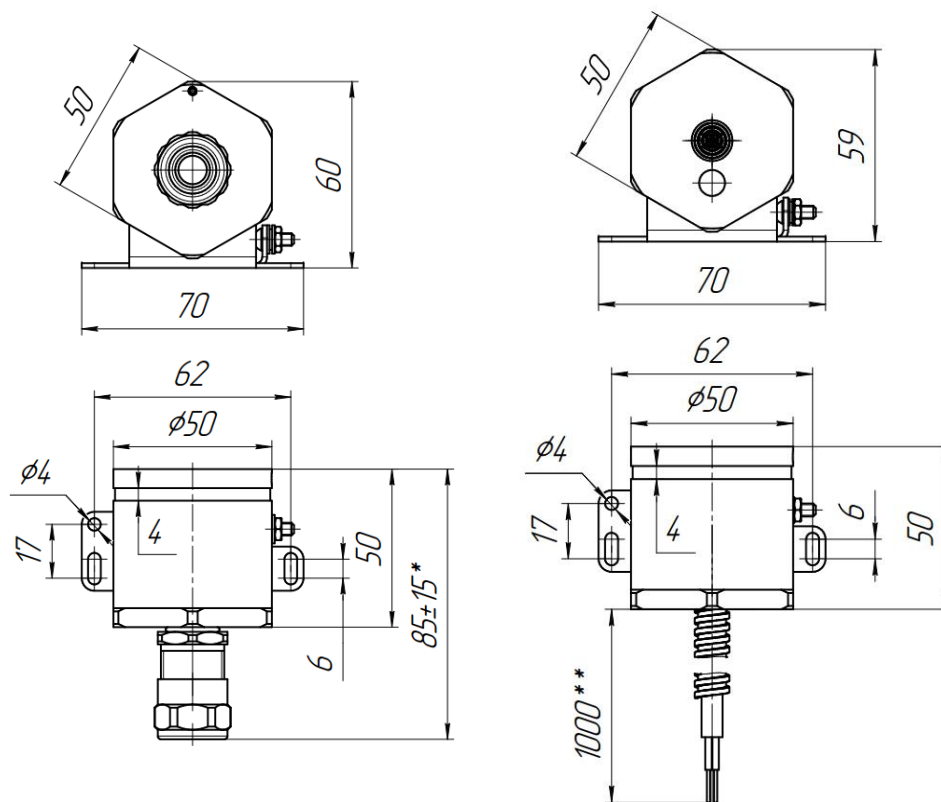

Рис.2 Габаритные и установочные размеры Ex IO 102/1 «МОНОБЛОК -Щ»
4.2 Габаритные и установочные размеры моноблока Ех ИО 102/1 Щ показаны на Рис.2